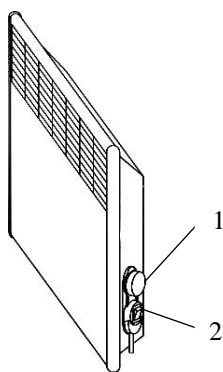
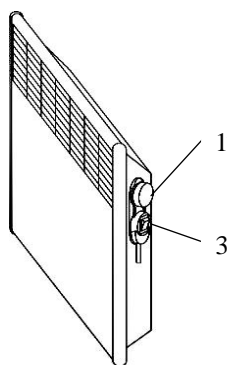

Рис. 5 Розміщення органів керування конвекторів IP20
Рис. 6 Розміщення органів керування конвекторів IP24
5.8 Переведіть клавішу вимикача (клавіші ступінчастого регулятора потужності) у відключене положення «0», ручку термостата встановіть в положення «*» (сполучіть знак «*» на ручці з міткою на корпусі конвектора або блоку керування). Конвектор готовий до роботи (розташування органів керування конвектором наведено на рис. 5, 6).
Включати й експлуатувати конвектор дозволяється тільки в положенні, вказаному на рис.5, рис.6 (повітрязабірною решіткою вниз). При першому включенні конвектора можливий запах від випаровування консерваційних матеріалів. Рекомендується провітрити приміщення.